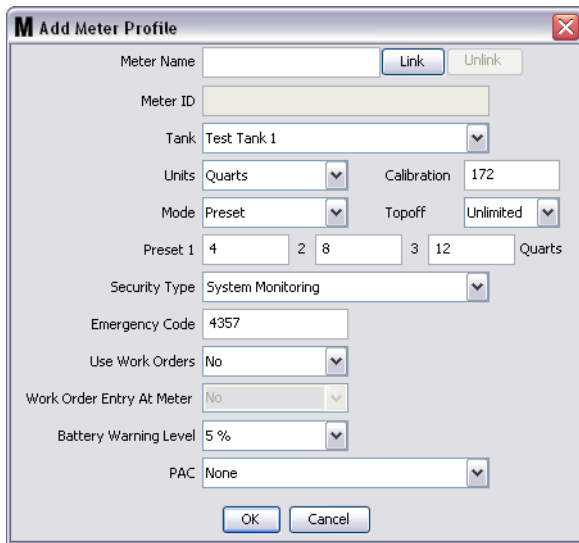

Рис. 87
3. Появится окно «Add Meter Profile» [Добавить профиль расходомера] (Рис. 87).